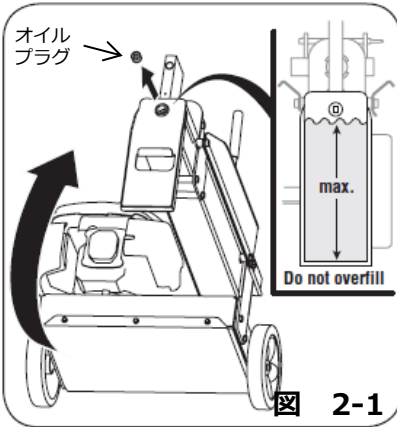

図 2-1
1. ビームアセンブリーの後ろにあるオイルプラグをはずす。（図2-1参照）